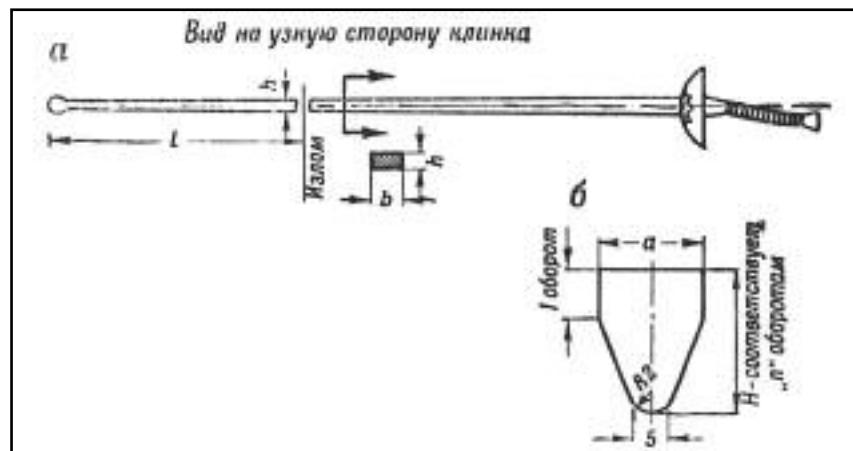

Рис. 12: а) схема сломанного клинка, б) развертка пластины
5. Из жести вырезается пластина нужных размеров. Для определения размеров пластины в месте излома замеряется толщина  $h$  и ширина  $b$  спаиваемого клинка (рис. 12 а). При разной
По величинам  $h$  и  $b$  при помощи формулы  $H = 2(b+h)n$  находится длина пластинки  $H$  (рис. 12 б).